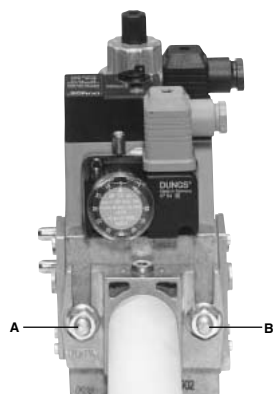
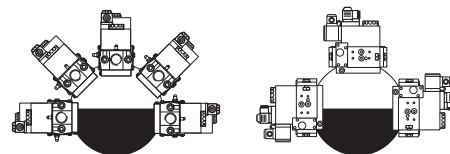

Рис. 26
Рис. 29
3. Затянуть винты A, B, C и D (Рис. 26 - Рис. 27), (Рис. 29), соблюдая дистанции монтажа (Рис. 29);
1. Расслабить винты A и B, но **не снимать** их (Рис. 26 и Рис. 27)
2. Отвинтить винты C и D (Рис. 26 и Рис. 27)